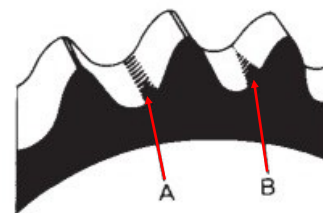

Fig. 4 Zones à vérifier pour déceler l'usure de la roue dentée/
L'engagement de la chaîne et de la roue dentée peut être vérifié en observant les surfaces du rouleau et des dents de la roue dentée. Un engagement approprié est obtenu lorsque la zone de contact est uniforme avec le point A (Fig. 4). Si la zone de contact présente des déséquilibres ou si le côté des dents use, la cause pourrait être une mauvaise installation de la roue dentée ou une torsion de la chaîne à rouleaux.
Chain and sprocket engagement can be checked by observing the roller and teeth surface. Proper engagement happens when the contact area is uniform with point A in Fig. 4. If the contact area is lopsided or the sides of the teeth are wearing away (B), this may have been caused by an improper installation of the sprocket or twisting of the roller chain.